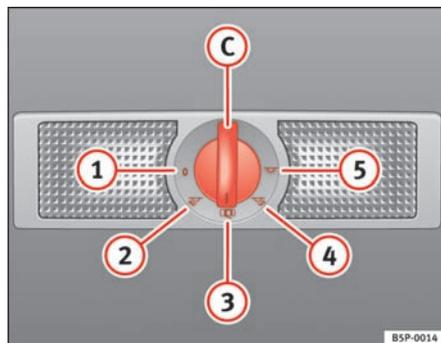

Fig. 80 Revestimiento interior del techo: iluminación interior y de lectura de la parte trasera del habitáculo.
Con el mando ⇒ fig. 80 (C) puede seleccionar las siguientes posiciones:
Con el mando en la posición ⇒ fig. 80 (1) la luz interior y las de lectura están apagadas.